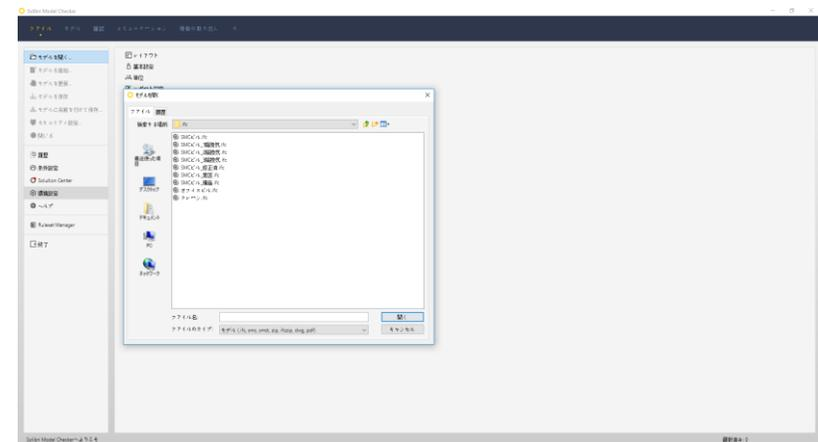

図 8. 「モデルを開く」ダイアログ
- 1)次に左のメニューから「モデルを開く」を選択し、「モデルを開く」ダイアログにサンプルファイル一覧が表示されます。（フォルダの場所、Windows：C:\ユーザー¥パブリック¥SMC¥サンプル¥ifc、Mac OS：アプリケーション¥Solibri Model Checker¥サンプル¥ifc）（図 8 を参照）。